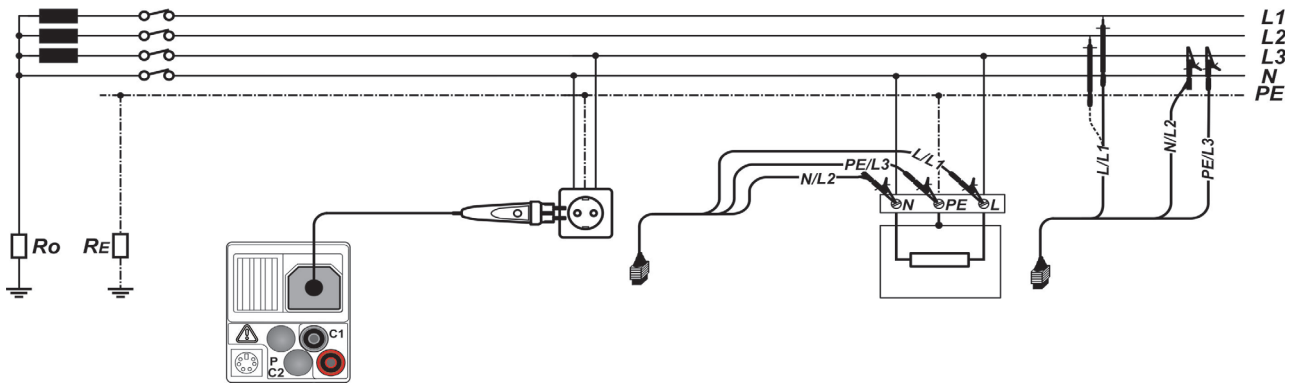

Рисунок 46
- Подключите** измерительную проводку (выводы) к тестируемому элементу (см. Рисунок 46: Измерение импеданса линии фаза-нейтраль или фаза-фаза – подключение штепсельного щупа «plug commander» и 3-х проводного тестового кабеля).